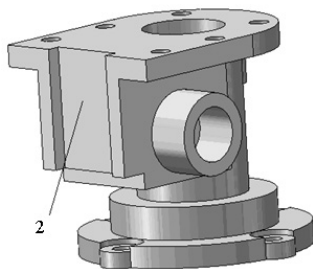

图 7-109 拉伸侧面凸台孔
3) 拉伸侧面凸台孔。单击“特征”控制面板中的 $\text{Ⓢ}$  (拉伸凸台/基体) 按钮, 或选择菜单栏中的“插入”→“凸台/基体”→“拉伸”命令, 拉伸草图生成实体, 设置拉伸深度为 16, 效果如图 7-109 所示。
1) 设置基准面。单击图 7-109 所示的面 2，然后单击“标准视图”工具栏中的 $\downarrow$ （正视图）按钮，将该表面作为绘图基准面。
1) 设置基准面。单击图 7-109 所示的面 2，然后单击“标准视图”工具栏中的（正视图）按钮，将该表面作为绘图基准面。